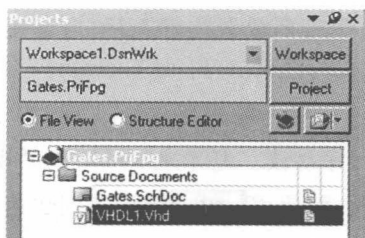

图 1.3 完成工程存档
⑤ 在“文件名”栏位里指定所要保存的电路图文档名(在此指定为 Gates),再按  钮即可将电路图保存;同时切换到下一个保存对话框,其中要求我们保存 VHDL 文档。在“文件名”栏位里指定所要保存的 VHDL 文档名(在此保持为 VHDL1),在此要特别注意,VHDL 的文档名不可与顶层电路图的文档名一样,再按  钮即可将 VHDL 存档。
⑥ 两个文档保存完成后,即切换到工程的保存对话框,在文档名栏位里指定所要保存的工程名称。在此要特别注意,工程的文档名必须与顶层电路图的文档名一样,所以在此指定为 Gates,再按  钮即可将文档存档,而保存结果将反映在 Projects 面板里,如图 1.3 所示。